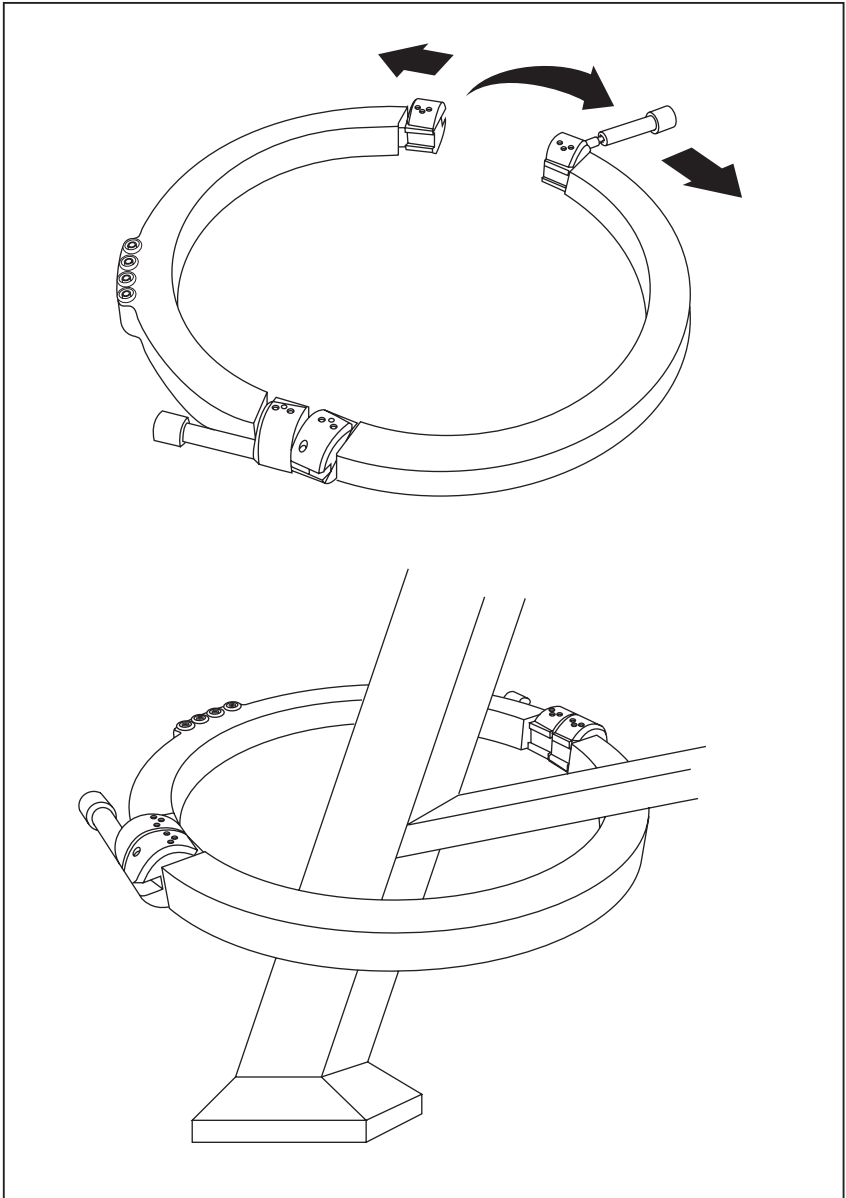

Abbildung 2. Installation um den Mastfuß
1. Die Verschlüsse lösen (oder nötigenfalls entfernen). Siehe Abbildung 2.
2. An der Endfläche mit dem geschlitzten Bolzenloch den Verschluss/Bolzen herausdrehen und dann die zwei Hälften des Wandlers trennen. Siehe Abbildung 2.
3. Den Wandler um den Mastfuß installieren. Siehe Abbildung 2.
4. Die zwei Hälften des Wandlers so zusammenlegen, dass sich die Endflächen treffen. An der Endfläche mit dem geschlitzten Bolzenloch den Verschluss/Bolzen eindrehen. Falls die Verschlüsse entfernt wurden, diese einbauen. Die Verschlüsse fest anziehen. Siehe Abbildung 2.